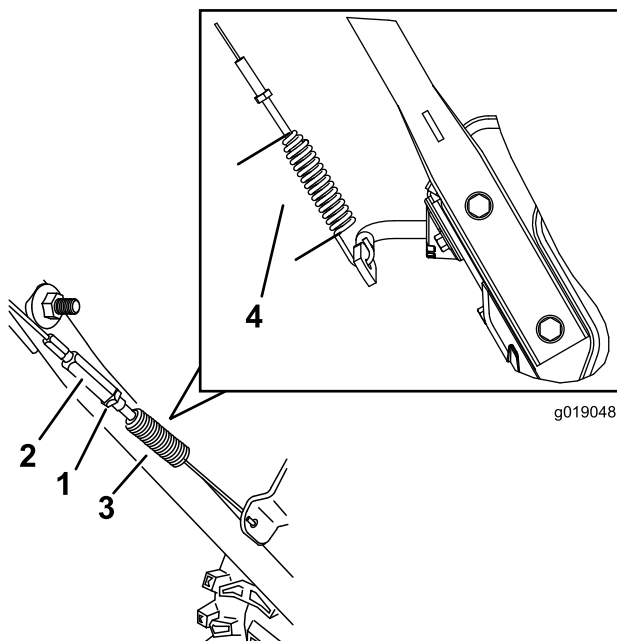

Figure 39
3. Desserrez ou serrez le tendeur afin de régler la longueur du ressort à 5,5 cm (2,18 po) (Figure 39).
4. Serrez le contre-écrou (Figure 39) en vérifiant que le câble est légèrement tendu.